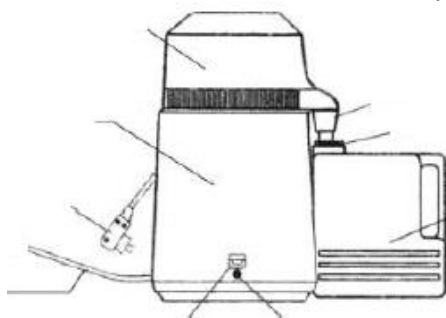

Рис.1
4. Установите ёмкость для воды, как показано на рис.1.